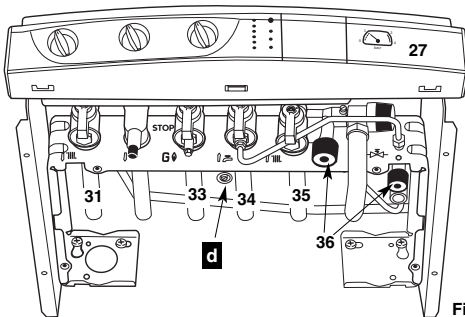
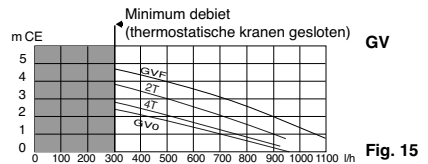

Fig. 14
Fig. 15
- open de koudwaterkraan **34** (fig. 14) van de kraanblok,
- nakijken dat de kranen van het vertrek van de verwarming **31** (fig. 14), en de retour van de verwarming **35** (fig. 14) wel geopend zijn,
- open de 2 vulkranen **36** (fig. 14),
- sluit deze kranen wanneer de naald van de manometer **27** (fig. 14) hoger is dan de bepaalde druk op § 3,
- open de gasoefkraan **33** (fig. 14),
- **GV**, kurven fig. 15, (geregeldin de fabriek).
Beweeg de vijs **d** (fig.14) van de regeling van de by-pass, welke men ziet onder de hydraulische blok (losvijzen om te openen) teneinde de beschikbare manometrische hoogte aan te passen aan de drukverliezen van de installatie, volgens de kurven van de diagrammen **GV** (grote snelheid) of **PV** (kleine snelheid) (fig. 15 of 16).